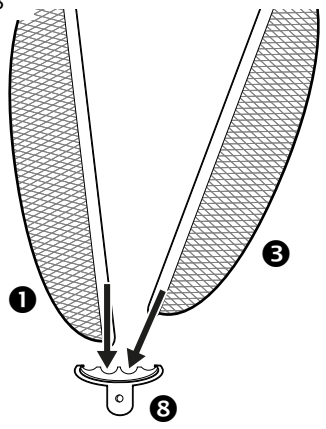

fig. 9
- Установите вентилятор, как показано на рисунках рис.1 - рис.9.